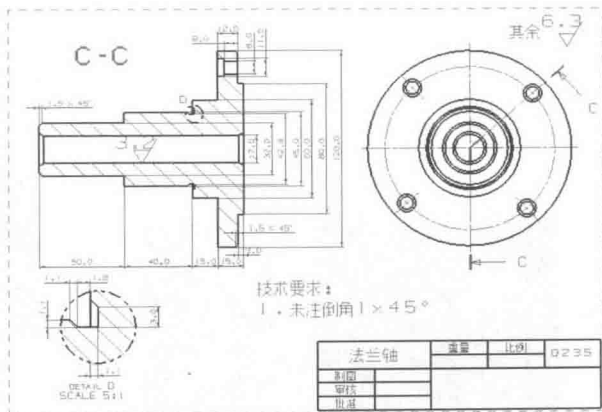

图 1-2 创建工程图
- **制图** UG 工程制图模块是以实体模型为基础自动生成的平面工程图，用户也可以利用曲线功能绘制平面工程图。其中，3D 模型的任何改变都会同步更新工程图，从而使二维工程图与 3D 模型完全一致，同时也减少了因 3D 模型改变而更新二维工程图的时间。图 1-2 所示就是使用该模块创建的法兰轴工程图。